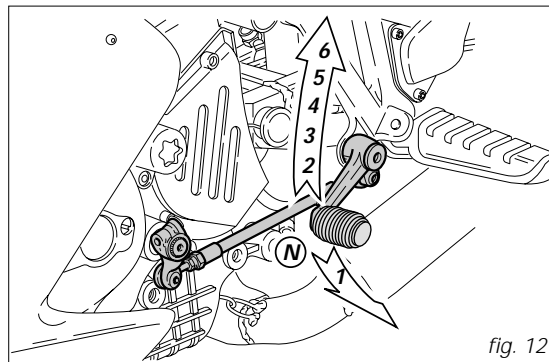

fig. 12
*Pedale comando cambio (fig. 12)